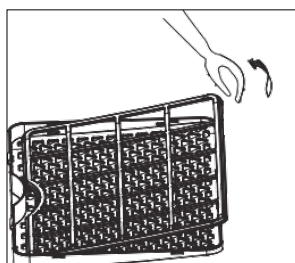

Abb. 2
2. Nehmen Sie den Luftfilter aus dem Halter heraus (Abb. 2).